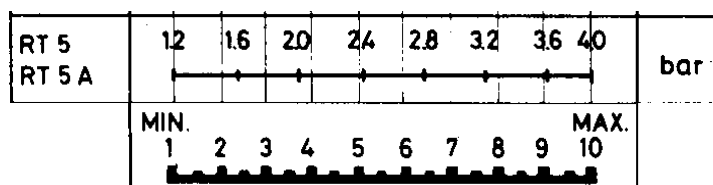

Fig. 5
- Rotiti butonul (1) pana cand indicatorul scarii (2) se pozitioneaza la valoarea presiunii la care se doreste repornirea arzatorului;
- Demontati capacul presostatului si pozitionati tamburul (3) la valoarea aleasa pentru diferential (oprirea arzatorului) in baza diagramei din Fig. 5.